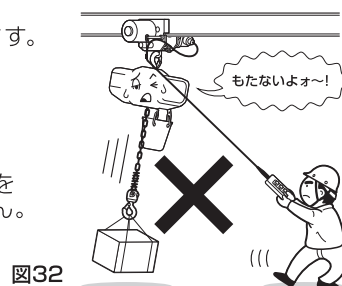
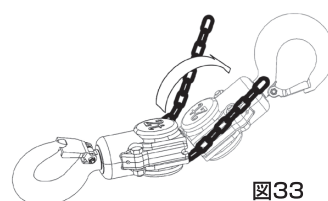

図32
図33
- (2) ブラッキング（急逆転）や過度のインチング（寸動運転）をしないでください。
- (3) 押ボタンコードを他のものに引っ掛けたり、強く引っ張らないでください。（図32）
- (4) 負荷時間率、始動頻度を超える使用は絶対にしないでください。
- (5) 単相電気チェーンブロックの電源は専門知識のある人以外は、エンジン発電機から接続しないでください。
- (6) 単相電源をエンジン発電機から接続する場合は、定格出力100-3kVA以上の発電機を使用してください。スローダウン機能付の発電機および溶接用発電機は、使用できません。またアースは必ず接続してください。
- (7) 本体に取り付けられた、警告および注意表示の銘板やラベルを外したり、不鮮明なまま使用しないでください。
- (8) 使用前に下フックが円滑に回転することを確認してください。
- (9) 巻上げは、ロードチェーンが張ったところで、いったん停止してください。
- (10) 押ボタン・ロードチェーンの回りにじんあい、砂などがたまり積まないように常に清掃してください。
- (11) 共づりする場合は、2台が連動する操作方式としてください。
- (12) 作業に対し揚程（チェーン長さ）が十分であることを確認してください。
- (13) ロードチェーンの掛け数が2本以上の場合は、下フックがロードチェーンの間をくぐってトンボ返りした異常状態になっていないか確認してください。（図33）
- (14) ロードチェーンに油が付いているか確認してください。
- (3)玉掛け用具がフックの適正な位置に掛かっていないままつり上げると、荷の移動時に玉掛け用具の位置がずれ、ショック荷重がかかり大変危険です。一旦荷を降ろして、正しくつり直してください。
- (4)図33の θ 角度が広すぎると、玉掛け用具にかかる力が大きくなり、外れ止めの破損や荷の落下につながる危険性があります。荷のつり箇所を変えるか、つりしろに余裕がある場合には、玉掛け用具を長くすることによって θ 角度が改善されます。図の θ が 60° を超えるご使用はしないでください。図の θ は、 60° 以内でご使用ください。
- (5)玉掛け用具が太く外れ止め金具が役割を果たしていない状態では、使用しないでください。